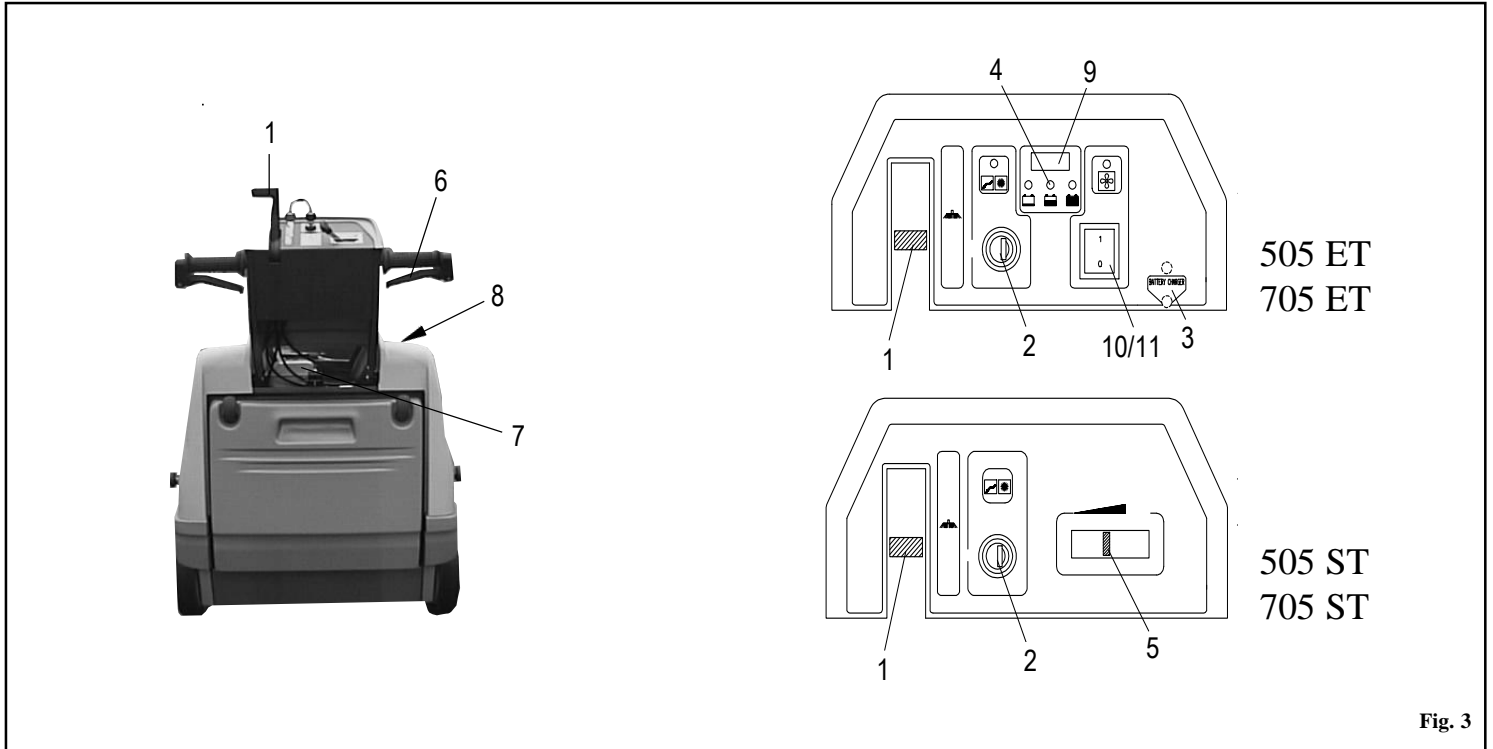

Fig. 3
- Portare la leva alza spazzola **pos. 1 Fig. 3** in posizione **OFF**.
l'interruttore a chiave **pos. 2 Fig. 3** sul cruscotto. Per ulteriori informazioni più dettagliate sul motore si prega di consultare il libretto specifico del motore.
- Verificare che la spazzola laterale **pos. 1 Fig. 3** sia in posizione **OFF**.
- Portare in posizione **ON** l'interruttore a chiave **pos. 2 Fig. 3**.
Dopo aver girato la chiave attendere circa 10" prima che la macchina si metta in moto. Controllare tramite il segnalatore **pos. 4 Fig. 3** che la batteria sia completamente carica prima di iniziare a lavorare, in caso contrario mettere sotto carica la batteria.
- Tirare la leva di trazione **pos. 6 Fig. 3** e procedere alla pulizia.
Se è necessario, azionare la leva **pos. 1 Fig. 3** portandola in posizione **ON** per inserire la spazzola laterale.
- Portare la leva dell'acceleratore **pos. 5 Fig. 3** in posizione **START**.
- Portare la chiave **pos. 2 Fig. 3** in posizione di **ON**.
- Agire sull'acceleratore **pos. 5 Fig. 3** dosando il regime desiderato.
- A fine lavoro, se utilizzata, portare la spazzola laterale **pos. 1 Fig. 3** in posizione **OFF**. Portare la leva acceleratore in posizione **START** e spegnere la macchina portando l'interruttore a chiave **pos. 2 Fig. 3** in posizione **OFF**. Chiudere il rubinetto della benzina **pos. 3 Fig. 4**.
- Collegare la presa **pos. 3 Fig. 3** ad un caricabatteria con portata **12V 10A**.
La durata della batteria, dipenderà dalla manutenzione periodica e dal livello di scarica raggiunto. Non scaricare la batteria oltre il limite segnalato dalle spie **pos. 4 Fig. 3**. Raggiunto il limite massimo di scarica, la macchina si arresta e deve essere ricaricata per poter riprendere a lavorare.